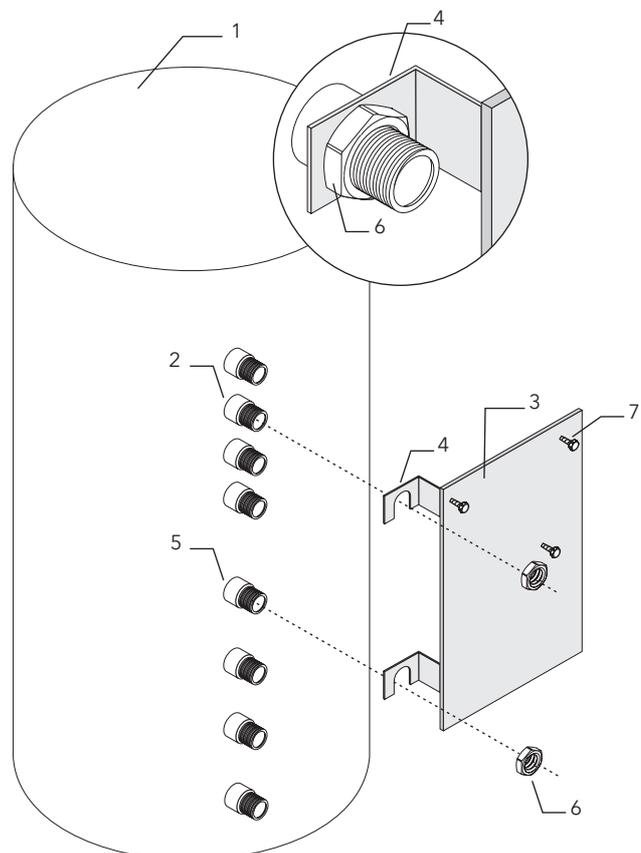

Bild 5 Montage am Speicher
In der Kaltwasserzuleitung ist gemäß DIN 4753 T1 der Einbau eines Sicherheitsventils erforderlich (vgl. dazu Bild 5). Bis zu einer maximalen Heizleistung von 75 kW ist ein Mindestanschlussdurchmesser von DN 15 zu wählen. Auf das Sicherheitsventil kann nur dann verzichtet werden, wenn ein bauteilgeprüfter Strömungswächter die Wassertemperatur auf 95 °C begrenzt. Das Ventil muss für einen Abblasedruck ausgelegt sein, der dem zulässigen Betriebsüberdruck entspricht. Bei 10 bar und höherem Wasserleitungsdruck hinter dem Wasserzähler Druckminderer einbauen. Wenn die Frischwasserstation ohne Wasserabnahme aufgeheizt wird, tropft Wasser aus dem Sicherheitsventil. Dieses Wasser über einen Syfontrichter auffangen u. ableiten.
3.3 Montage am Speicher (Bild 5)